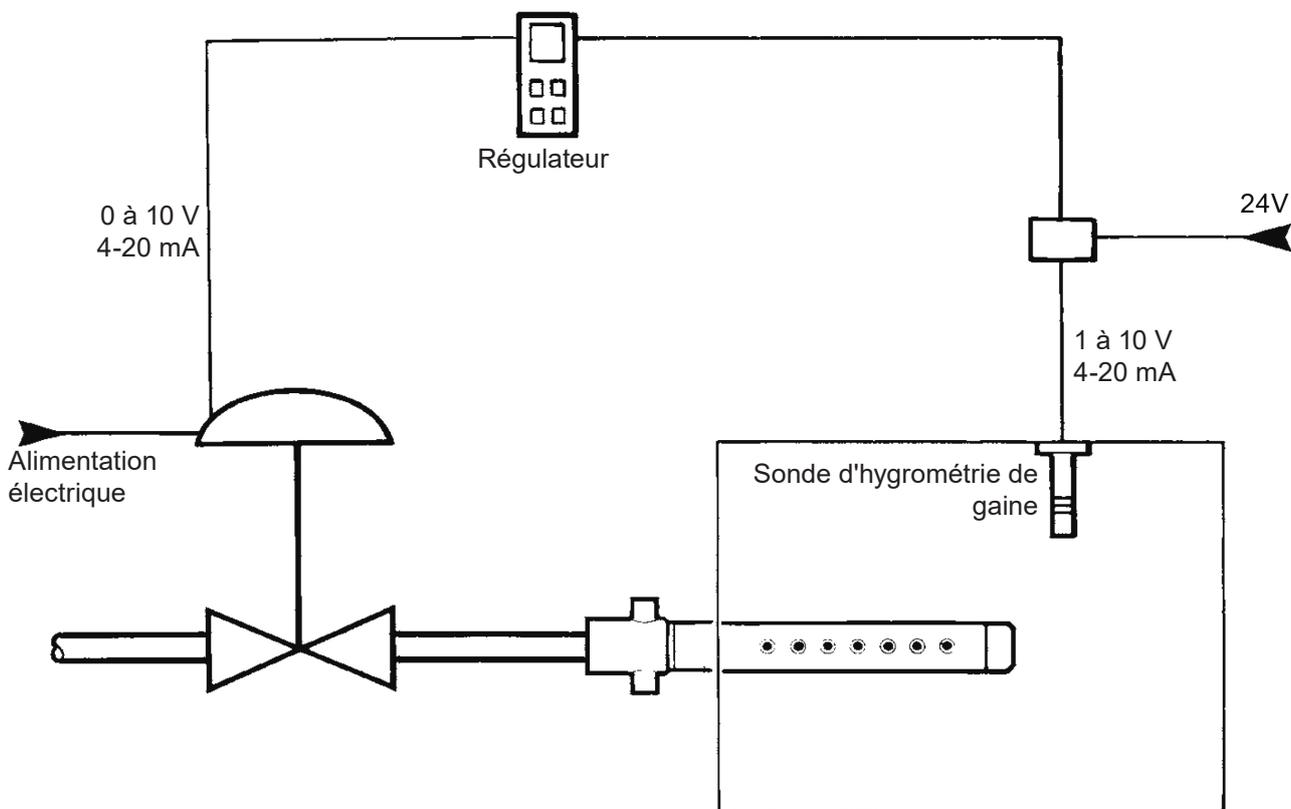

Fig. 21 - Schéma type d'une régulation électrique
3.11.4 La Figure 21 montre une installation avec servomoteur électrique typique.